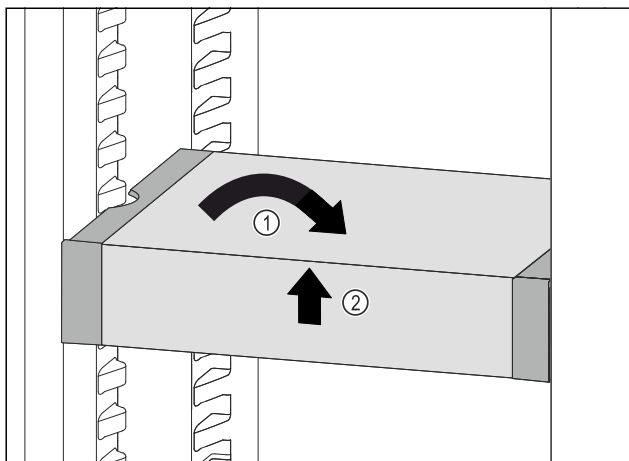

Fig. 107
- Placer VarioSafe lige. Fig. 107 (1)
- Løft VarioSafe op foran. Fig. 107 (2)